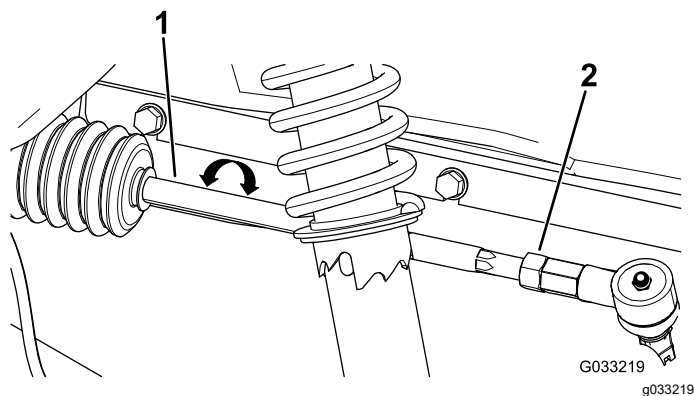

Figura 44
3. Se la misura non rientra nel campo specificato di 0–6 mm, allentate i controdadi all'estremità esterna dei tiranti (Figura 44).